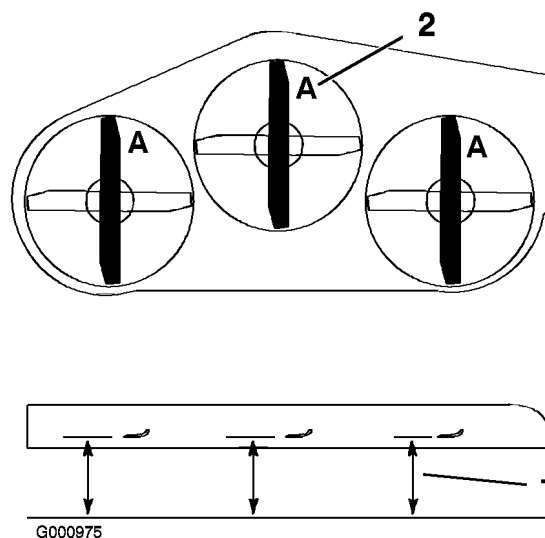

Figure 69
1. Tournez les lames dans le sens longitudinal (Figure 69). Mesurez la distance entre la surface plane et le tranchant (position A) des lames (Figure 69) et notez cette valeur.